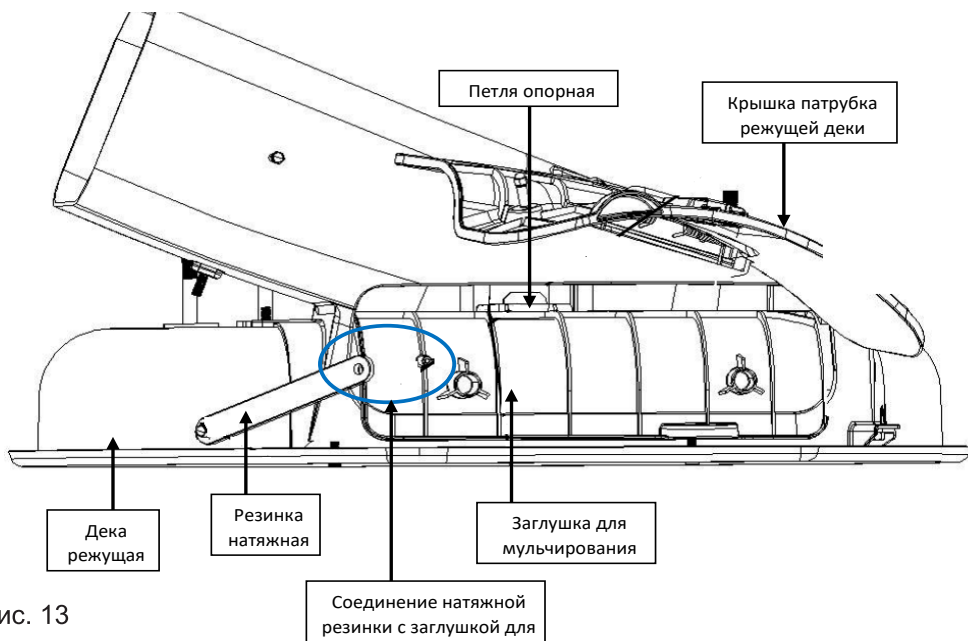

Рис. 13
3. Установите заглушку для мульчирования или дефлектор бокового выброса на опорную петлю режущей деки (рис. 13).